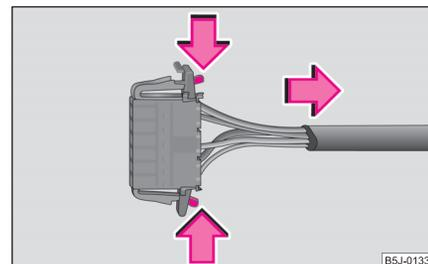

Fig. 192 Separar el conector
- Quitar los conectores. ⇒ fig. 192. ■